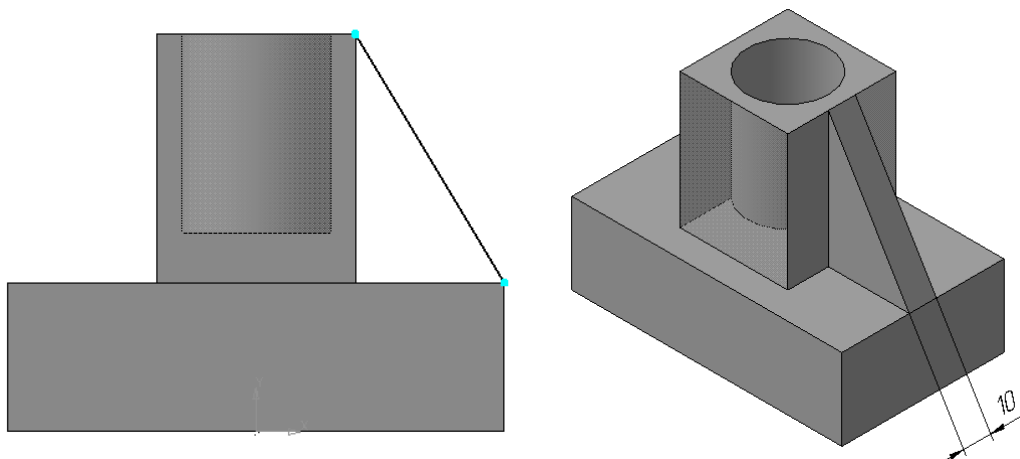

Рисунок 11.
5. Построение выполняется поочередно. На фронтальной плоскости проекций построим  **Эскиз** (тип линии – *основная*) (рисунок 11).